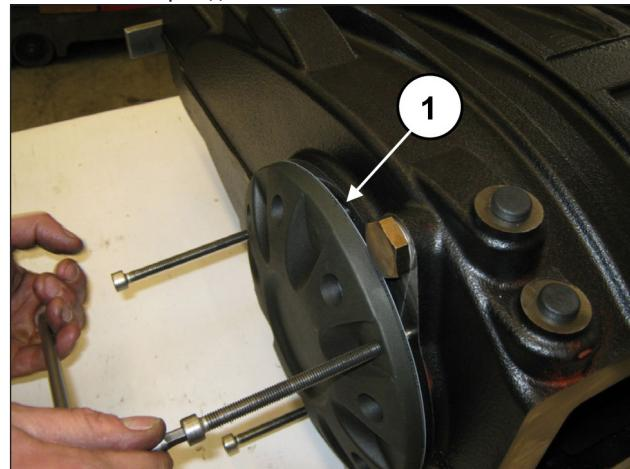

Рис. 29
Закручивайте 3 винта M8 постепенно (поз. ①, Рис. 29), чтобы крышка сильно не наклонилась и не застряла в гнезде.